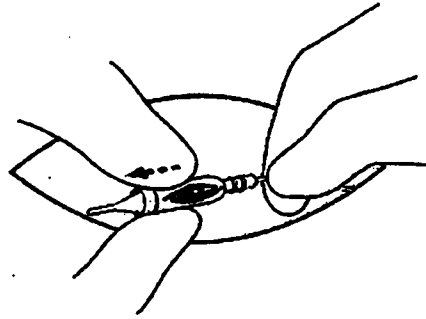

Figura 25. Retire el electrodo del extremo con tornillos de la extensión.
- i 7. Establezca el electrodo y retírelo con cuidado del extremo con tornillos de la extensión (Figura 25).